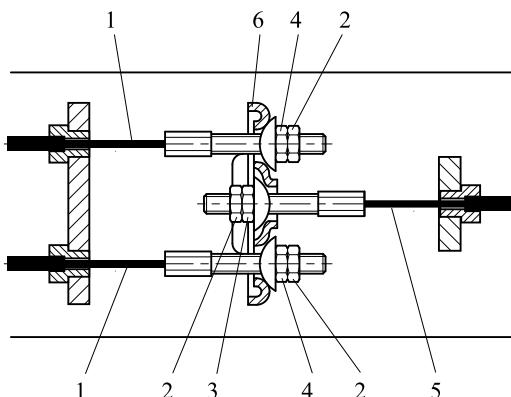
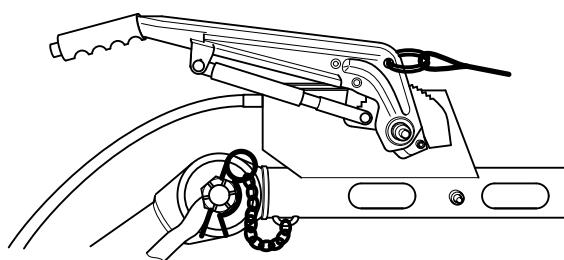

Fig. 5.7 Arrangement bremsekabler
Fig. 5.8 Håndbremsegreb nede - bremse ikke aktiveret
Kontroller udlignerens position (fig. 5.7, 6) med parkeringsbremsen aktiveret.
Fjern låsestiften (4). Eliminer frigang i bremsekabler. Check alle låsemøtrikker (fig. 5.7,2).
1. Med trækøjet trukket helt ud og håndbremsen trykket ned (fig. 5.8) løsnes låsemøtrikkerne (fig. 5.7, 2). Justeringsmøtrikkerne og bremsekabelmøtrikkerne (fig. 5.7, 4) drejes med uret, indtil der ikke er slæk i bremsemekanismen. Udligneren (fig. 5.7, 6) skal være vinkelret på hovedbremsekablet (fig. 5.7, 5).
2. Aktiver håndbremsen nogle gange og gentag justeringen. Møtrikkerne låses med låsemøtrikker (fig. 5.7, 2). Fjern hejseværk og klodser.